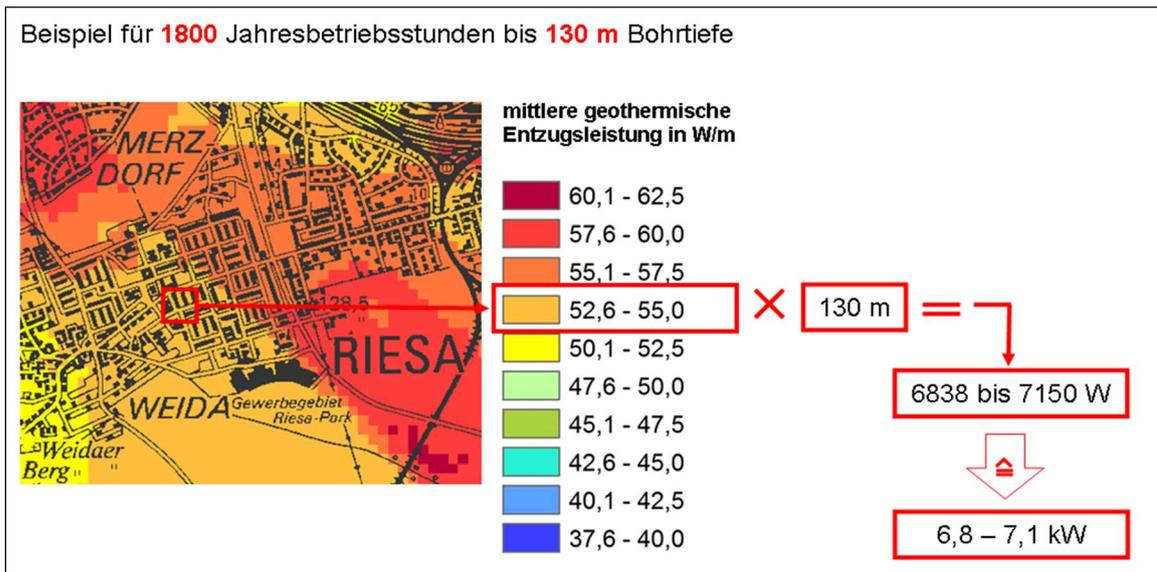

Abb. 5: Beispiel für die Ermittlung der (summarischen) Wärmeentzugsleistung aus einem 130 m tiefen Bohrloch.
- Laut GTK 50 / Kartenvariante bis 130 m Bohrtiefe lassen sich am gleichen Standort 52,6 bis 55,0 W/m erzielen (Abb. 5).
- Dieser Wert mit 130 m multipliziert ergibt 6,8 bis 7,1 kW (s. Abb. 5); somit könnte mit zwei 130 m tiefen Sonden eine Heizleistung von 13,6 kW bereitgestellt werden ( $2 \times 6,8 \text{ kW} = 13,6 \text{ kW}$ ).